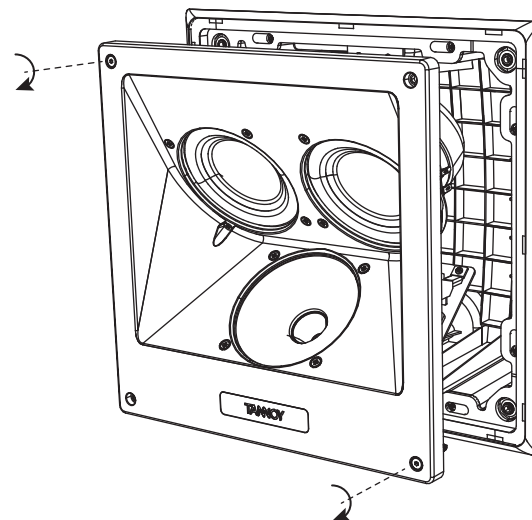

Fig. 20. Install the loudspeaker
3. Installez le haut-parleur dans le boîtier arrière et fixez-le en place avec les vis (Fig.20).